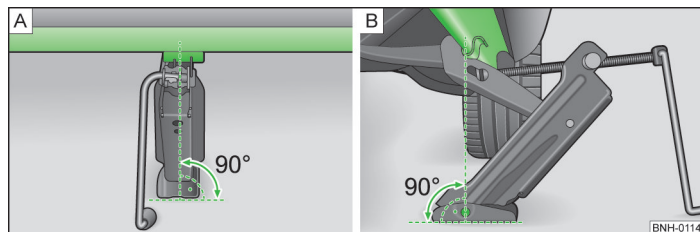

Fig. 114 Colocar el gato
- Fijar el gato de modo que la garra abarque el alma vertical » fig. 114 - **B** debajo de la muesca en la superficie lateral del larguero inferior.
- Asegurarse de que la placa de base del gato esté con toda la superficie apoyada en un suelo recto y en vertical » fig. 114 respecto a la posición en la que la garra abarca el alma.